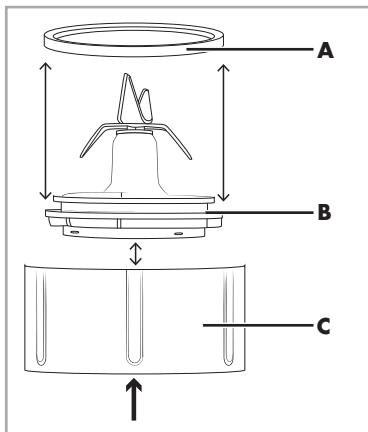

Fig.1: Porte-lame ④
- Essuyez le socle **⑤** à l'aide d'un chiffon humidifié. En cas de salissures tenaces, mettez un peu de liquide vaisselle doux sur le chiffon. Essuyez les restes de liquide vaisselle avec un chiffon humidifié d'eau claire.
- Pour bien nettoyer, démontez le porte-lame **④** (voir fig. 1) :